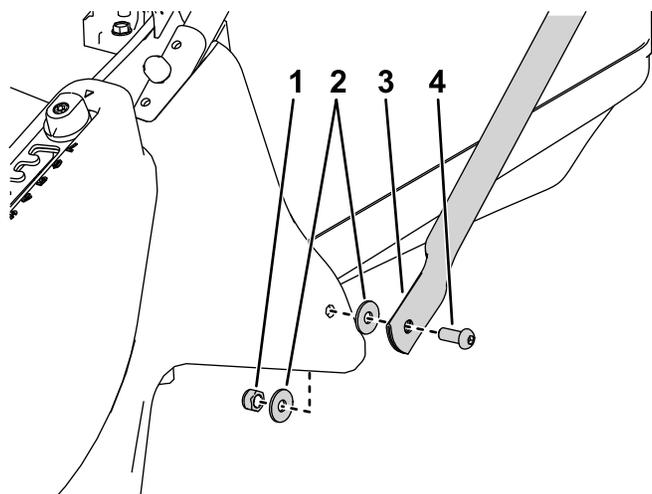

**Рисунок 3**
2. Установите нижнюю штангу рукоятки на каждой стороне верхней части деки газонокосилки при помощи прижимной планки и шестигранной контргайки, снятых с деки при выполнении предыдущего пункта (Рисунок 3).